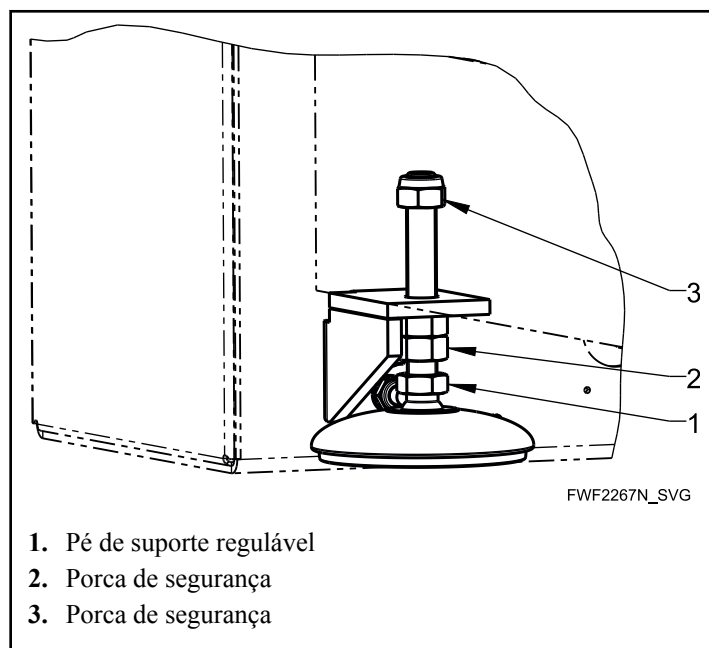

Figura 15
- Verifique a posição horizontal longitudinal e transversal da máquina com um nível de água. Consulte *Figura 15*.
- Nivele a máquina, regulando os pés de suporte. Consulte *Figura 15*, posição 1.
- Se necessário, desaperte as porcas de segurança (consulte *Figura 15*, posição 2) e rode os pés de suporte (consulte *Figura 15*, posição 1) conforme necessário, de modo a que a máquina fique nivelada de acordo com o nível de água.
- Não retire a porca de segurança (consulte *Figura 15*, posição 3).